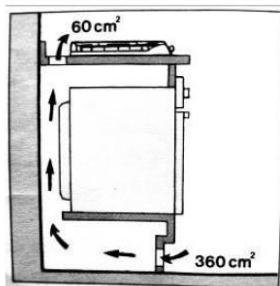
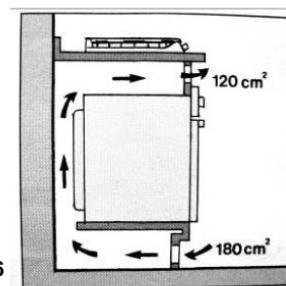

Fig. 5
Fig. 6
- i)** Wenn sie einen ofen installieren, der unter die gasplatte passt, wird empfohlen, die belüftung um den ofen herum zu verbessern. Um übermäßige erwärmung zu vermeiden, legen sie ein gitter für den lufteinlass vom boden des ofens und ein anderes gitter in den ofen. Oberteil des kochfelds (Fig. 5) oder im oberen ofenoberteil (Fig. 6).